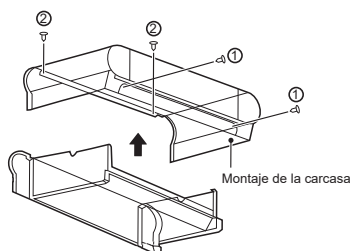

Figura 4-6 Extracción de la carcasa
- Retire los tornillos ① \*2 y ② \*2 y, a continuación, la carcasa, tal como se muestra en la Figura 4-6.